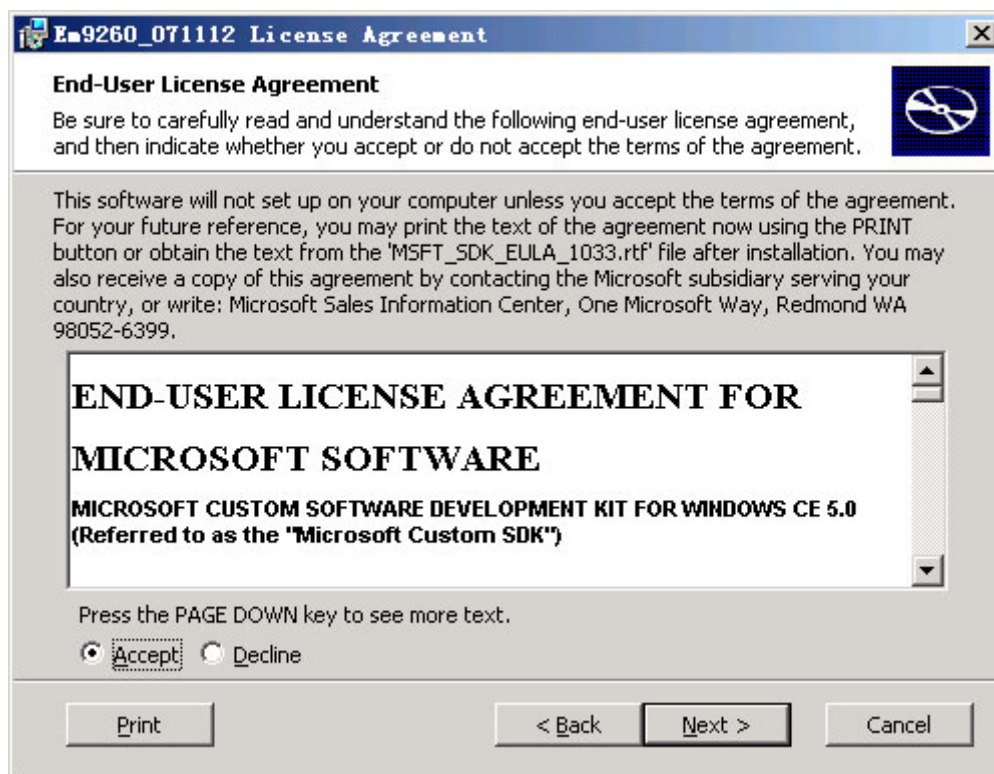

图 3-13 同意 SDK 安装协议
13、sp4 安装完成以后，运行“SOFTWARE/SDK”目录下包含的所购模块的 SDK 安装程序，本文以 **EM9260\_SDK.msi** 为例。至出现如图 3-13 所示对话框，选择 **Accept**，同意安装协议。